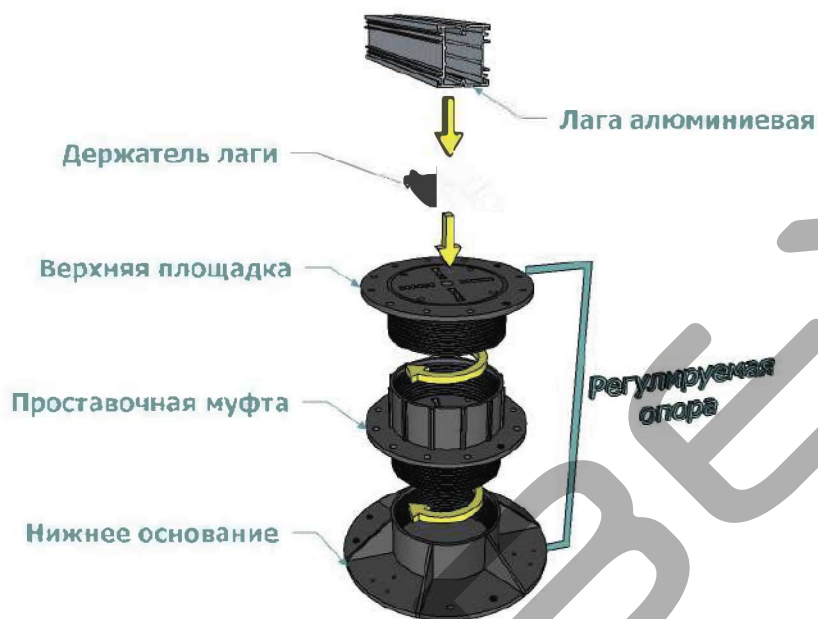

Рис.6
1. Предварительно собирают регулируемые опоры (рис.6):